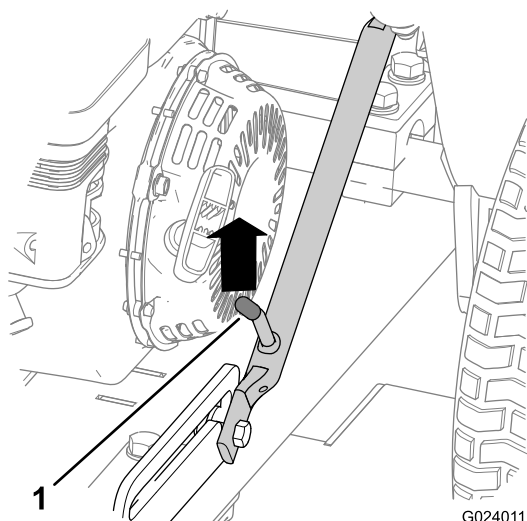
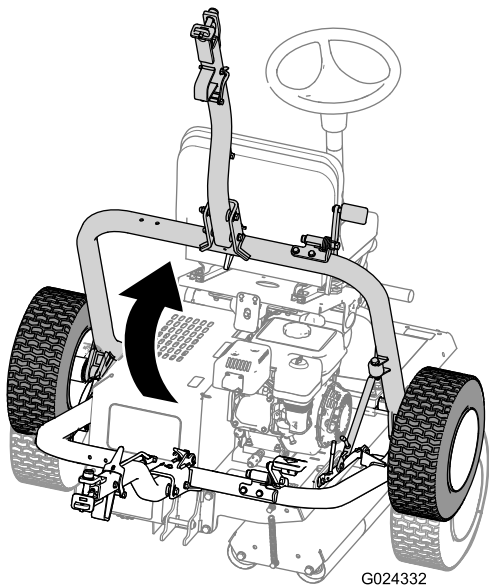

Figure 24
Figure 28
- A. Poussez le dispositif d'attelage vers le haut jusqu'à ce que le levier de verrouillage soit dégagé du verrou de la glissière (**Figure 24**).
- D. Élevez l'attelage (Figure 28) jusqu'à ce que le levier de verrouillage s'enclenche dans le verrou de la glissière (Figure 24).